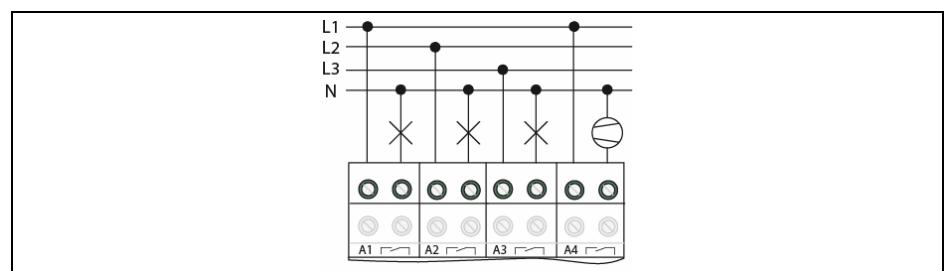

Bild 4: Anschluss geschalteter Lasten
- Geschaltete Lasten anschließen (Bild 4). Zulässige Anschlussleistungen (Technische Daten) nicht überschreiten.